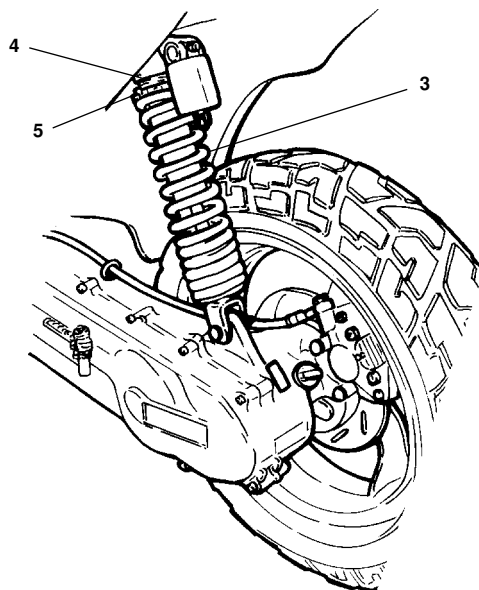

Fig. 43
- In funzione al tipo di carico, regolare la precarica della molla (3 - Fig. 43), allentando la ghiera superiore (4 - Fig. 43) ed agendo su quella inferiore (5 - Fig. 43). Avvitandola la precarica aumenta, quindi l'ammortizzatore si "indurisce" sopportando carichi più elevati. A regolazione avvenuta, serrare la ghiera superiore (4 - Fig. 43).
- *Adjust the preload according to the load of the vehicle (3 - Fig. 43): slacken the lock nut (4 - Fig. 43) and turn the adjuster nut (5 - Fig. 43). Re-tighten the lock nut when the adjustment is completed.*